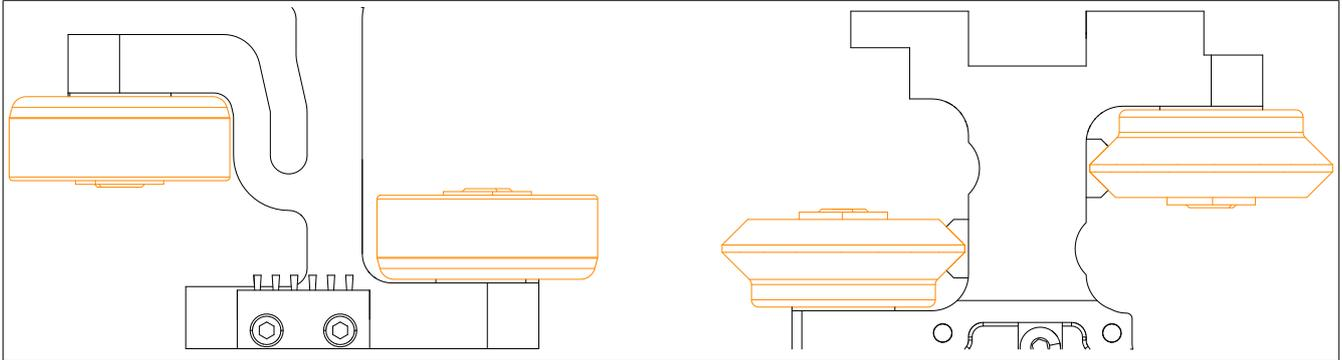

Abbildung 97: Anordnung Flachräder und V-Räder
4. Torxschraube T20 (f) durch das Lager des V-Rads (d) oder Flachrads stecken (Orientierung der Räder siehe Abb. 97 "Anordnung Flachräder und V-Räder" auf Seite 220).